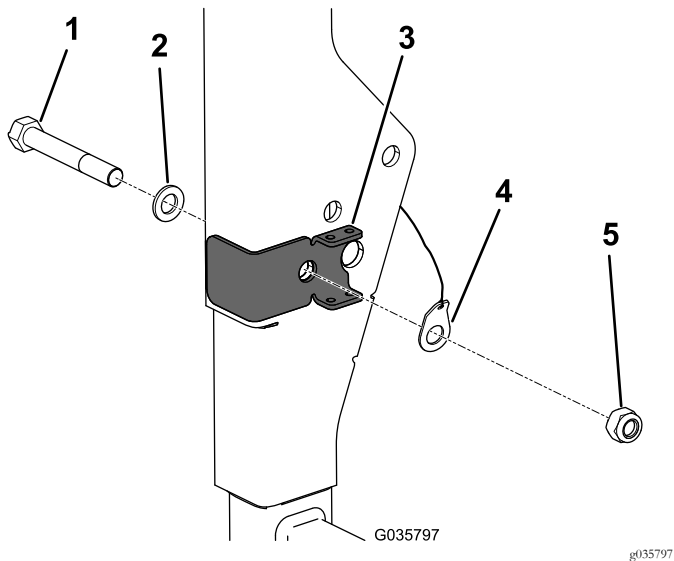

Figura 8
3. Alinee el taladro en el soporte del ROPS con el taladro en el ROPS e instale el perno nuevo con la arandela existente (Figura 8).